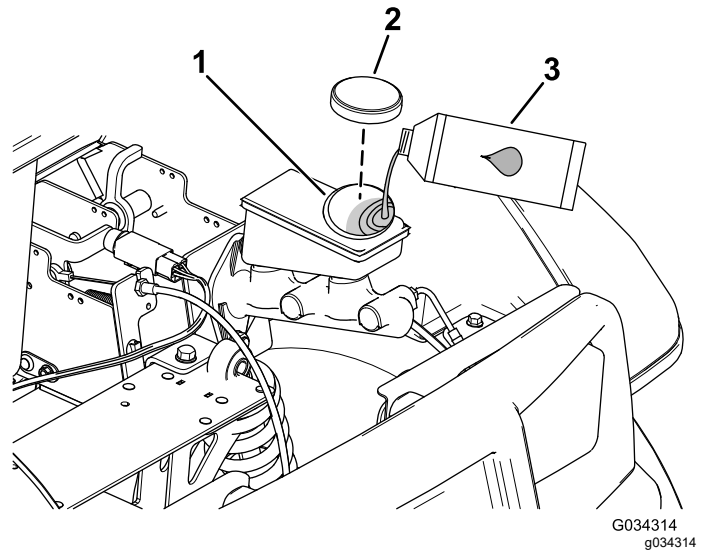

Bild 53
2. Heben Sie die Haube an, um den Hauptbremszylinder und den Behälter zugänglich zu machen (Bild 53).
- A. Reinigen Sie den Bereich um den Behälterdeckel und nehmen den Deckel ab (Bild 53).
- C. Schrauben Sie den Behälterdeckel wieder auf (Bild 53).